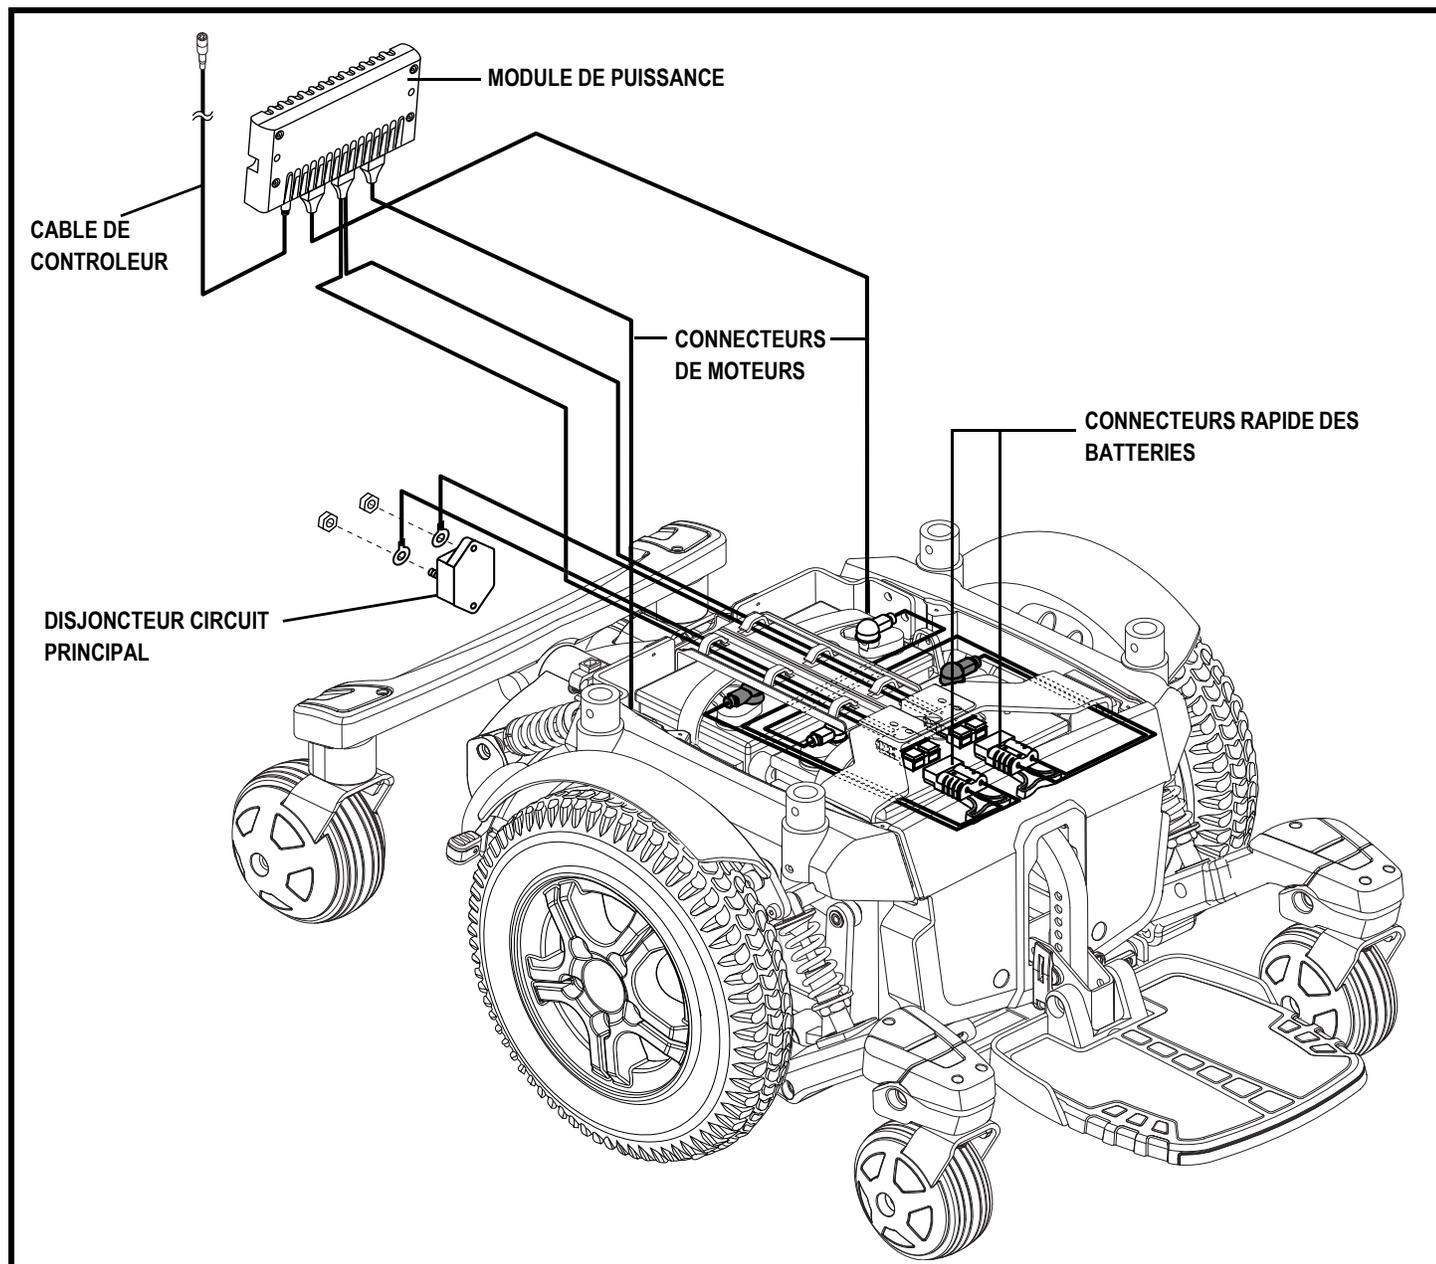

Figure 7. Composantes électroniques du Quantum 6000
Les composantes électriques sont le contrôleur, les batteries et les moteurs. Les batteries, les moteurs et le module d'alimentation du contrôleur (si équipé) sont situés sur la base motorisée. Le contrôleur est situé sur le module de siège. Les composantes sont reliées entre elles à l'aide de un ou plusieurs câbles. **Voir la figure 7.**
6. Branchez le/les connecteur du contrôleur dans la base motorisée. **Voir la figure 7.**
4. Débranchez le/les connecteur(s) du contrôleur de la base motorisée. **Voir la figure 7.**